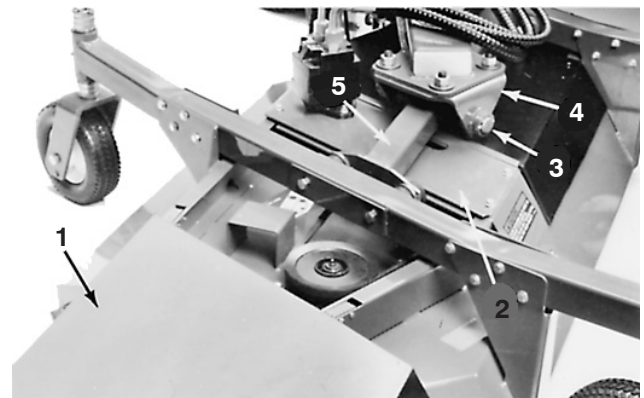

Bild 71
3. Entfernen Sie die Bundkopfschrauben, mit denen die Getriebeplatte am Mähwerk befestigt ist. Drehen Sie zum Trennen der Platte und des Antriebsmotors vom Mähwerk das Plattenende zur Zugmaschine (Bild 71). Kippen Sie die Platte, den Motor und die Scheibe seitlich und nehmen Sie sie vom Mähwerk ab. Achten Sie darauf, dass Sie nicht die flexiblen Hydraulikschläuche verbiegen, verdrehen, abknicken oder beschädigen.
4. Nehmen Sie die Sicherungsmutter ab, mit der die Mähwerk gelenkwelle am Mähwerksplint und der Hubstange befestigt ist (Bild 71).